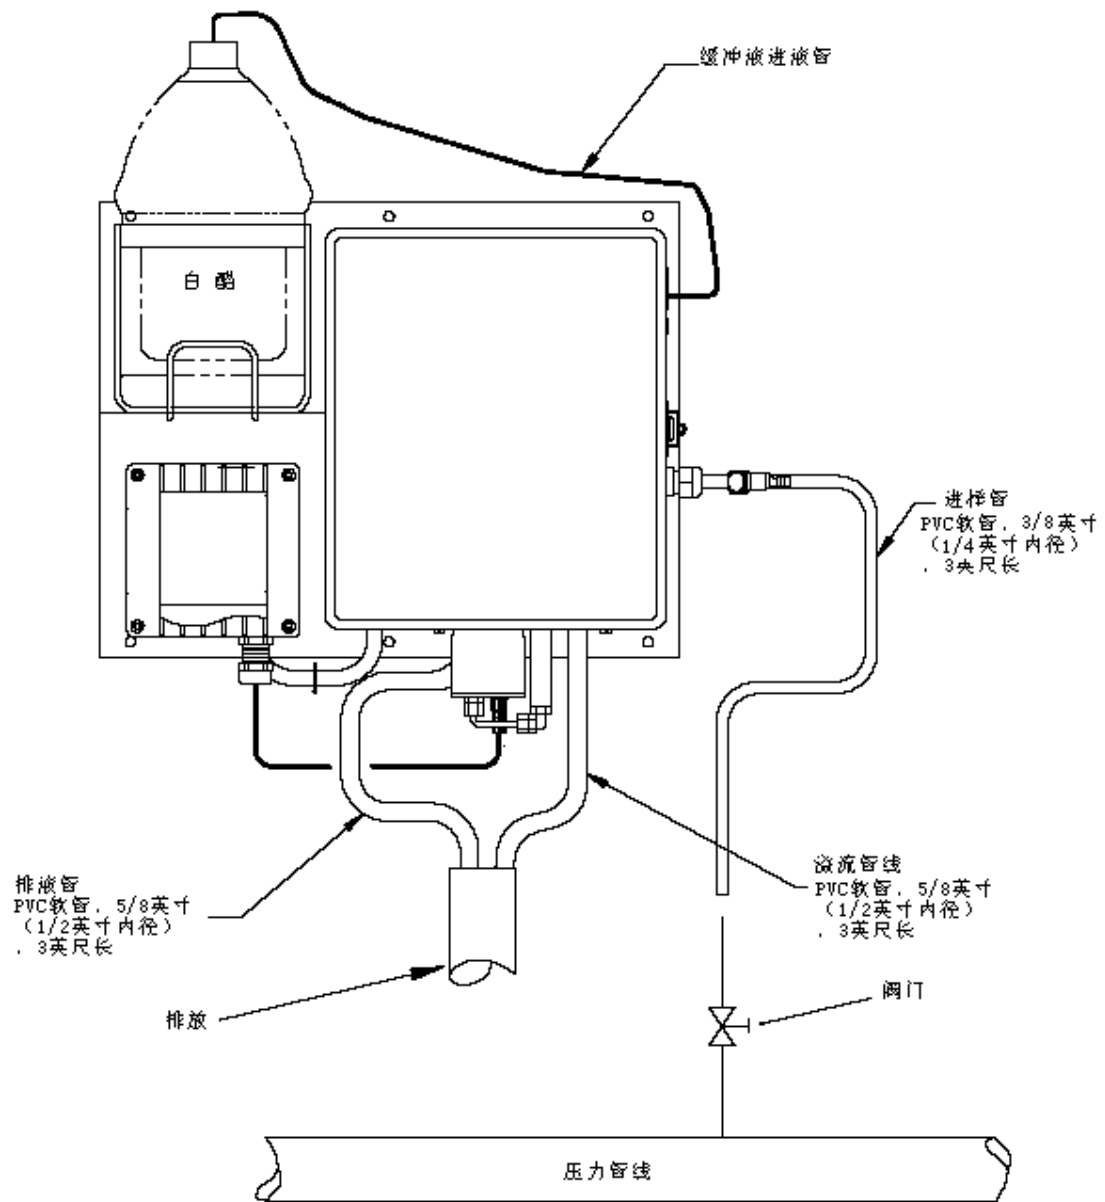

图2-3 清洁水测试系统管道推荐安装
- 在测量单元进样管线上安装阀门，如图 2-3，2-4 或 2-5 所示。**推荐：**使用计量球阀，针阀或球心阀。